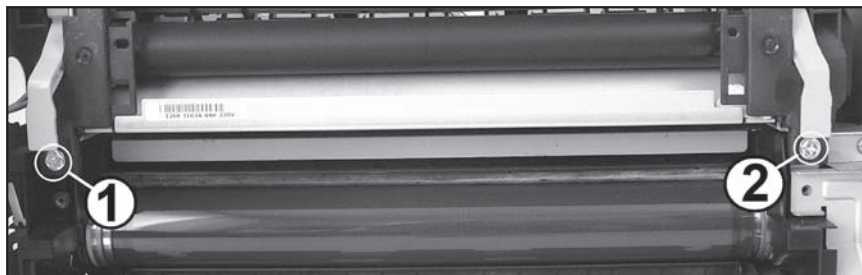
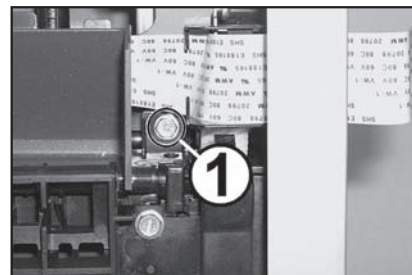

Рис. 25
Рис. 26
2. Откручивают два самореза (1 и 2 на рис. 25) крепления узла термозакрепления на задней стороне устройства и один саморез (1 на рис. 26) — на верхней правой стороне.